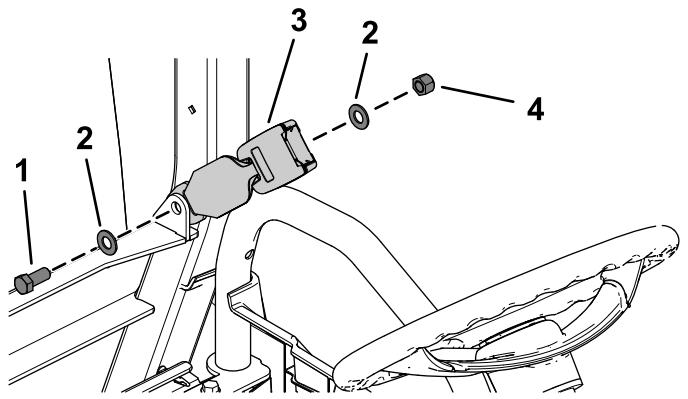

图20
- 如图20所示用凸缘头螺栓7/16 x 1 英寸、2个扁平垫圈7/16 英寸和锁紧螺母7/16 英寸安装座椅闩锁。